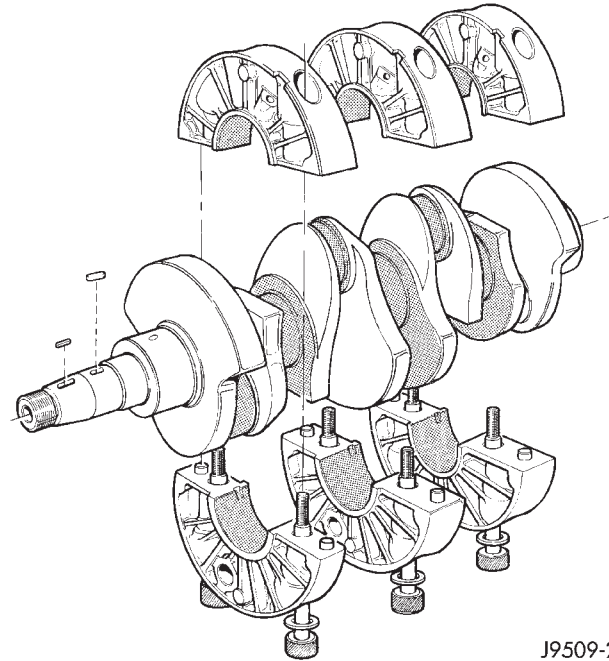
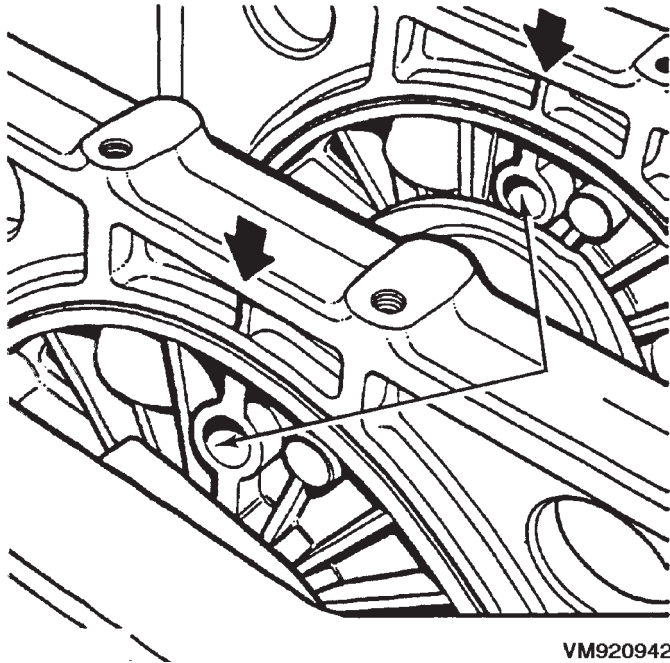

Abb. 56 Kurbelwelle und Lagergehäuse
Abb. 57 Anordnung der Hauptlagergehäuse
(22) Die beiden Hälften jedes Lagergehäuses trennen, von der Kurbelwelle abbauen und die Lagergehäuse wieder provisorisch zusammensetzen (Abb. 56). Kurbelwelle nach hinten aus dem Kurbelgehäuse herausziehen.
(5) Kurbelgehäuse und Ölkanäle gründlich reinigen und mit Druckluft trockenblasen.
(6) Neue Hauptlagerschalen in jede Lagergehäusehälfte einlegen. Lagergehäuse auf den Kurbelwellen-Lagerzapfen montieren. Die Lagergehäuse müssen an ihrem alten Platz eingebaut werden. Die **Kerbe der Ölspritzdüse zur Kolbenkühlung muß zum vorderen Ende der Kurbelwelle weisen**. Lagergehäuse jeweils mit den beiden dazugehörigen Schrauben befestigen und gleichmäßig mit 42 N·m (31 ft. lbs.) festziehen. Auf richtige Anordnung der Ölspritzdüse achten (Abb. 56).
(7) Spezialwerkzeug (VM-1002) über das Kurbelwellenrad schieben. Kurbelwelle und Lagergehäuse in das Kurbelgehäuse einschieben (umgekehrter Ausbavorgang).
(8) Bohrungen in Lagergehäuse-Unterteil und Kurbelgehäusestegen zur Deckung bringen (Abb. 57).
(9) Sämtliche Lagergehäuse im Kurbelgehäuse befestigen. Ölzufluß für Hauptlager und Lagergehäuseführungen mit 54 N·m (40 ft. lbs.) festschrauben.